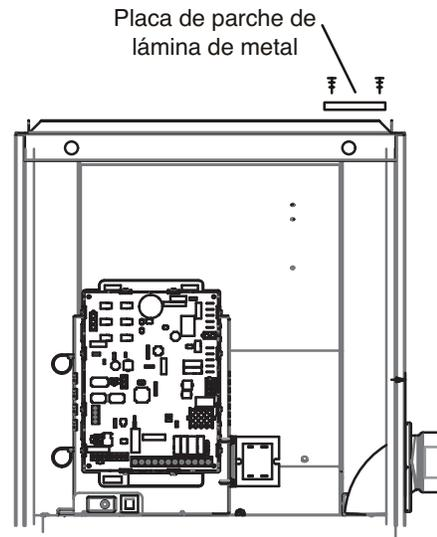

FIGURA 20
- 8 - Reutilice la placa de parche para cubrir el agujero en la tapa superior. Ver FIGURA 20. Quite los dos tornillos que sujetan la tapa superior al calefactor en el lado derecho y reinstálela sujetando el borde derecho de la placa de parche y el lado derecho de la tapa superior al calefactor. Use dos tornillos para hoja metálica de autoperforación (incluidos) para terminar de sujetar el borde izquierdo de la placa de parche en el lado izquierdo.